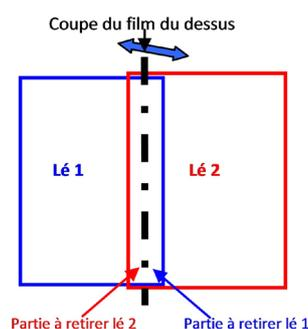

Figure 01
- › Continuer en portant une attention particulière aux raccords de votre (vos) motif(s). Faire chevaucher le lé supérieur de 3 cm environ sur le lé inférieur. A l'aide du cutter et de la règle de tapisier, réaliser une coupe au milieu du raccord en coupant les deux épaisseurs de revêtement, sans entamer le support sous-jacent. Retirer les surplus de matière, sur le lé de droite et le lé de gauche. Refermer le raccord et maroufler. (FIG. 01)